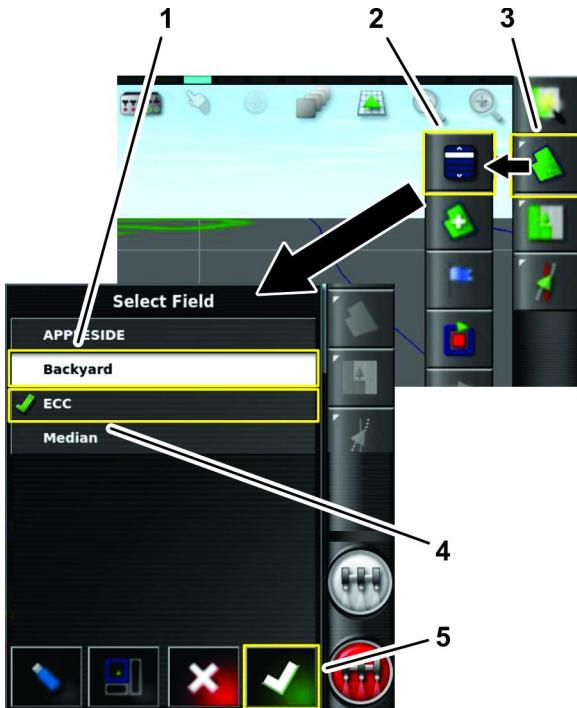

Figure 35
- Appuyez sur l'icône Menu des champs, puis sur l'icône Choisir un champ (Figure 35).
- Dans la liste de sélection des champs, appuyez sur l'icône Champ pour le champ qui est pulvérisé, puis appuyez sur l'icône de confirmation (Figure 35).